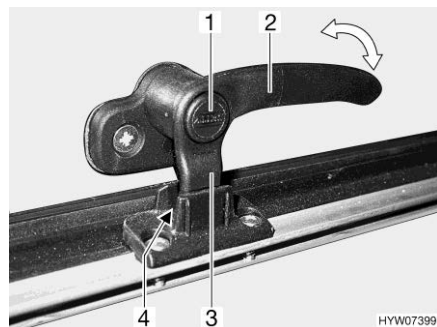
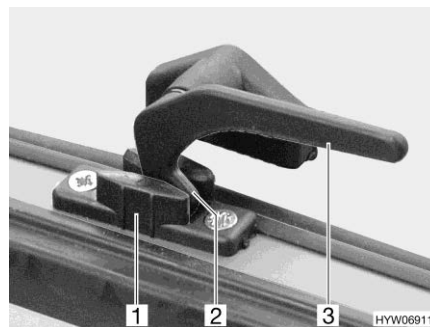

Fig. 113 Levier de verrouillage avec bouton de sécurité en position "Aération permanente"
Fig. 114 Levier de verrouillage en position "Aération permanente"
- En position "Aération permanente" (Fig. 113 et Fig. 114)
- S'il existe, appuyer sur le bouton de sécurité (Fig. 113,1) et le maintenir enfoncé.
- Tourner le levier de verrouillage (Fig. 113,2 ou Fig. 114,3) d'un quart de tour vers le centre de la fenêtre.
- Remettre le levier de verrouillage en position initiale. Le tenon de verrouillage (Fig. 113,3 ou Fig. 114,2) du levier de verrouillage doit pénétrer alors dans le logement prévu à cet effet dans le verrouillage de fenêtre (Fig. 113,4 ou Fig. 114,1).
- Relâcher le bouton de sécurité (Fig. 113,1) s'il y en a un.